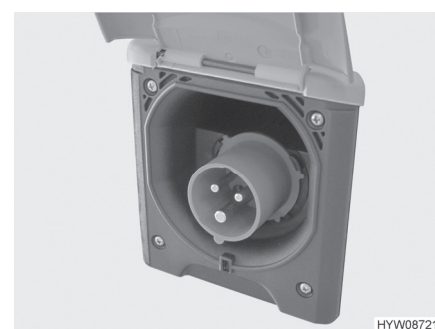

Fig. 52 Conexión de 230 V en el vehículo (caja de enchufe CEE)
- Abrir la cubierta de la conexión de 230 V en el vehículo (Fig. 52) y enchufar el conector enchufable. Prestar atención a que la saliente de retención de la tapa con resorte esté engatillada.